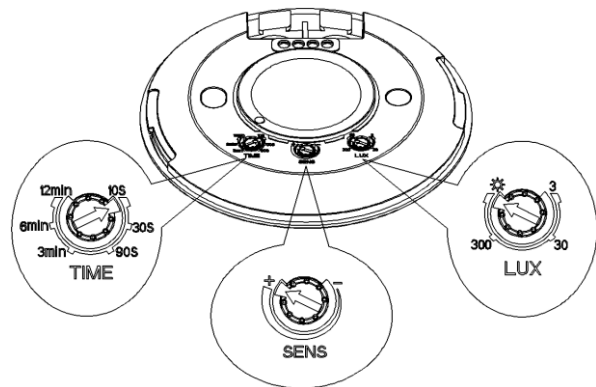

Fig.3
<p>Fig. 2</p>	 <p>fig. 3 Câblage du capteur vu de dessous</p>  <p>fig. 4 Connexion des fils sur le côté</p>
- Tournez le bouton TIME dans le sens inverse des aiguilles d'une montre jusqu'à la position 10s (Fig. 3).
- Tournez le bouton LUX et SENS dans le sens antihoraire. SENS sur le maximum + et LUX sur ☀ (fig. 3).